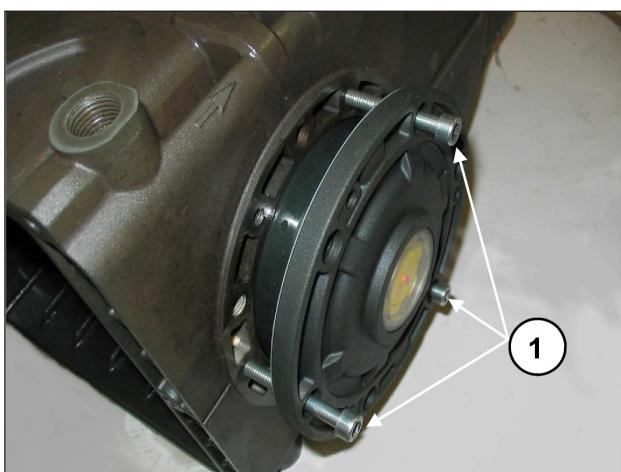

图8
为了便于第一部分的注油和盖子在曲轴箱的插入，建议使用3个部分螺纹的M6×40螺丝（图8，①），然后使用附带的螺丝（M6X16）完成操作。